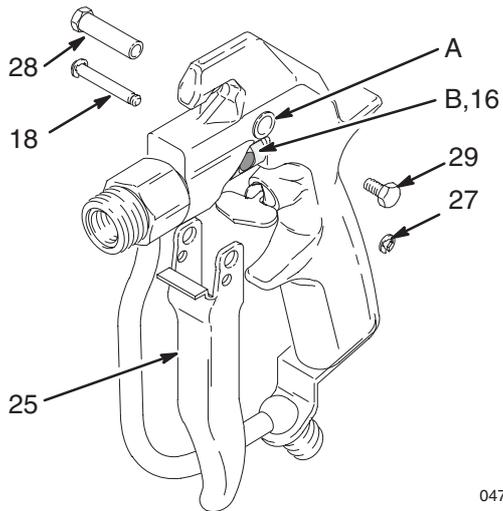

Fig. 20
- Placer la gâchette (25) sur le corps du pistolet. Insérer l'axe de pivotement (28) dans le trou supérieur (A) et la fixer à l'aide de la vis (29) sur le côté opposé. Placer un circlip (27) sur l'une des extrémités de la goupille de la gâchette (18). Faire coulisser la goupille dans les trous inférieurs de la gâchette et dans la fente (B) du guide du ressort (16) (faire pivoter le guide du ressort pour l'aligner, si nécessaire). Monter l'autre circlip (27). Voir Fig. 20.